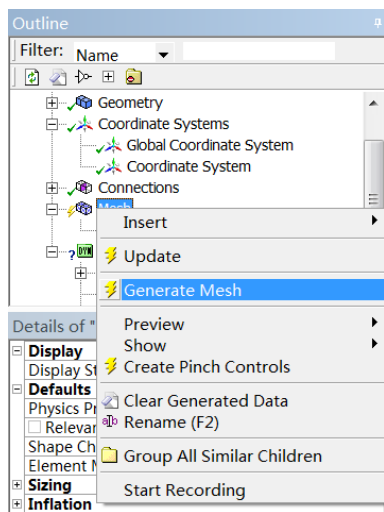
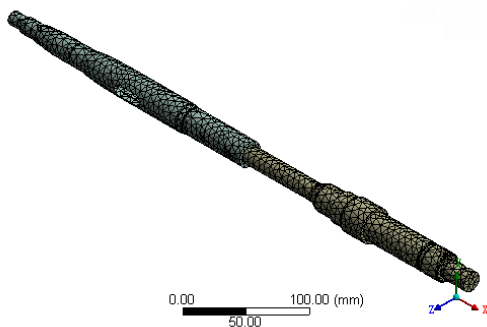

图 10-11 快捷菜单
图 10-12 网格效果
- 步骤 03** 在分析树中的“Mesh”分支下右击，在弹出的快捷菜单中选择“Generate Mesh”（生成网格）命令，如图 10-11 所示，当弹出的进度条消失后，即可生成网格。最终生成的网格效果如图 10-12 所示。